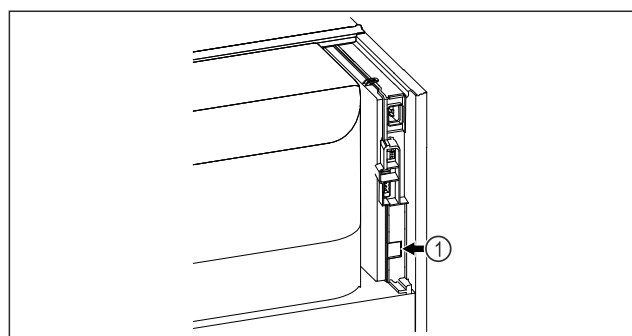

Fig. 79
- SmartModule Fig. 79 (1) 已使用。